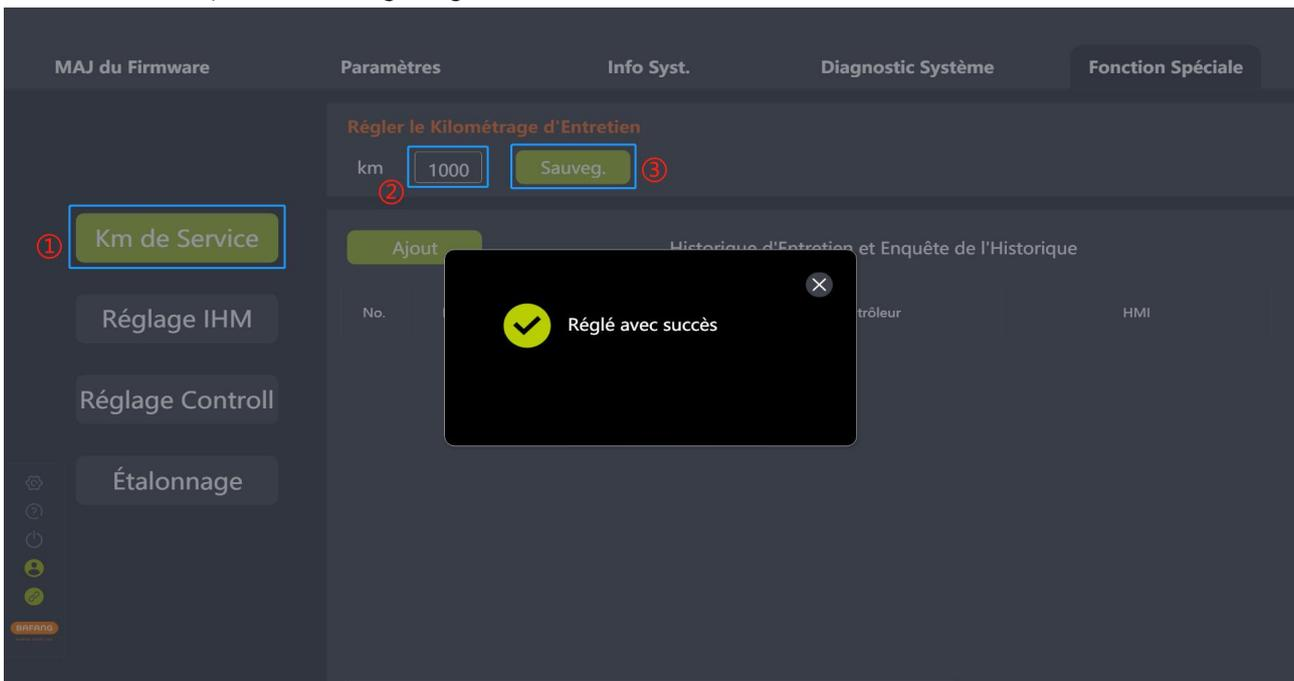

Fig. 8-1 Régler le kilométrage d'entretien
- (1) Connectez le BESST Tool à l'IHM et sélectionnez "Km de Service".
- (2) Assurez-vous que l'IHM prend en charge la fonction. Si c'est le cas, entrez le kilométrage de service.
- (3) Cliquez sur "Sauveg." (Fig.8-1).